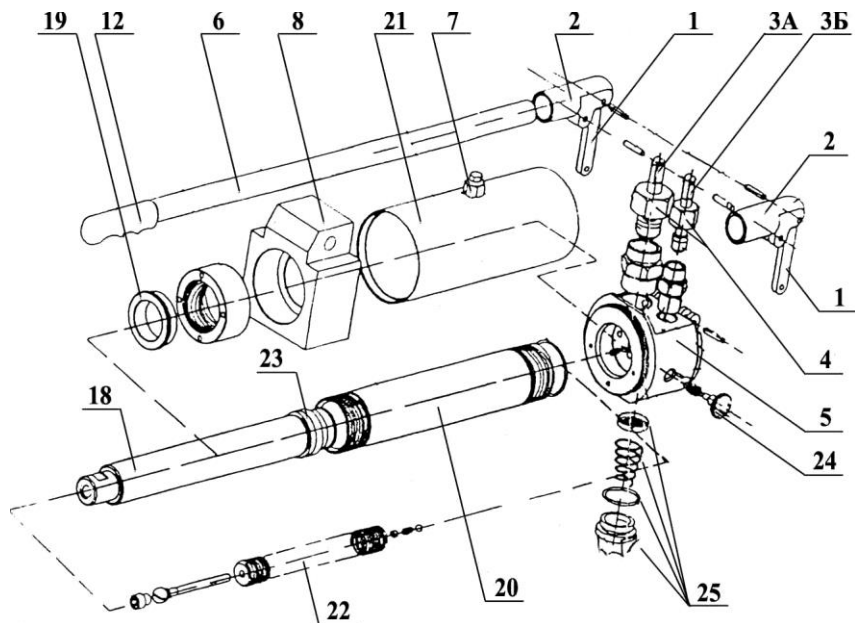
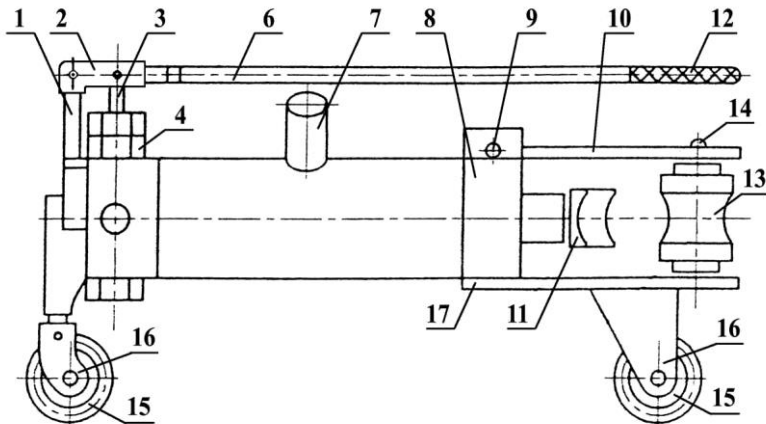

Рис. 1
Рис. 2
2. ОПИСАНИЕ КОНСТРУКЦИИ Трубогиб ручной (НТГ) с встроенными гидронасосами (см. Рис.1, Рис. 2) состоит из корпуса с рабочим цилиндром (5), верхней траверсы (10), нижней траверсы (17), упоров (13), 3-х опорных колес (15), рукоятки насосов низкого и высокого давления (6) и прилагаемых шаблонов (11). На нижней стороне корпуса (5) находится сливная пробка масляного резервуара с прижимной пружиной, уплотнительным кольцом и фильтром (25). Сетчатый фильтр прижимается к корпусу (5) пружиной, чем обеспечивается проход очищенного масла из масляного резервуара во всасывающую полость насоса.
1 – ограничительный рычаг рукоятки насоса	2 шт. (Рис.1, 2)
2 – держатель рукоятки насоса 3А –	2 шт. (Рис.1, 2)
шток насоса высокого давления 3Б –	1 шт. (Рис.1, 2)
шток насоса низкого давления	1 шт. (Рис.1, 2)
4 – прижимная гайка плунжера насоса	2 шт. (Рис.1, 2)
5 – корпус насосов высокого и низкого давления	1 шт. (Рис.1, 2)
6 – рукоятка насоса	1 шт. (Рис.1, 2)
7 – заливная горловина с пробкой масляного резервуара	1 шт. (Рис.1, 2)
8 – корпус трубогиба	1 шт. (Рис.1, 2)
9 – палец	1 шт. (Рис. 2)
10 – верхняя траверса	1 шт. (Рис. 2)
11 – шаблон	1 шт. (Рис. 2)
12 – резиновый наконечник рукоятки	1 шт. (Рис. 2)
13 – упор	2 шт. (Рис. 2)
14 – ось упора	2 шт. (Рис. 2)
15 – колеса трубогиба	3 шт. (Рис. 2)
16 – крепления колес	1 шт. (Рис. 2)
17 – нижняя траверса	1 шт. (Рис. 2)
18 – шток трубогиба	1 шт. (Рис. 1)
19 – резиновое уплотнительное кольцо	1 шт. (Рис. 1)
20 – рабочий цилиндр трубогиба	1 шт. (Рис. 1)
21 – масляный резервуар трубогиба	1 шт. (Рис. 1)
22 – возвратная пружина штока трубогиба	1 шт. (Рис. 1)
23 – манжета	1 шт. (Рис. 1)
24 – выпускной клапан трубогиба	1 шт. (Рис. 1)
25 – сливная пробка масляного резервуара с прижимной пружиной, уплотнительным кольцом и фильтром	(Рис. 1)